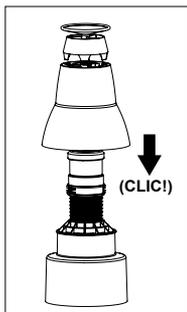

Figure 12
- 6 Fixez le sommet de la terminaison au capuchon de la terminaison (s'encliquète lorsqu'engagé), puis insérez l'adaptateur flexible femelle dans le capuchon de la terminaison. Poussez l'ensemble sur la Base de la terminaison (s'encliquète lorsqu'engagé, voir **Fig.12**).